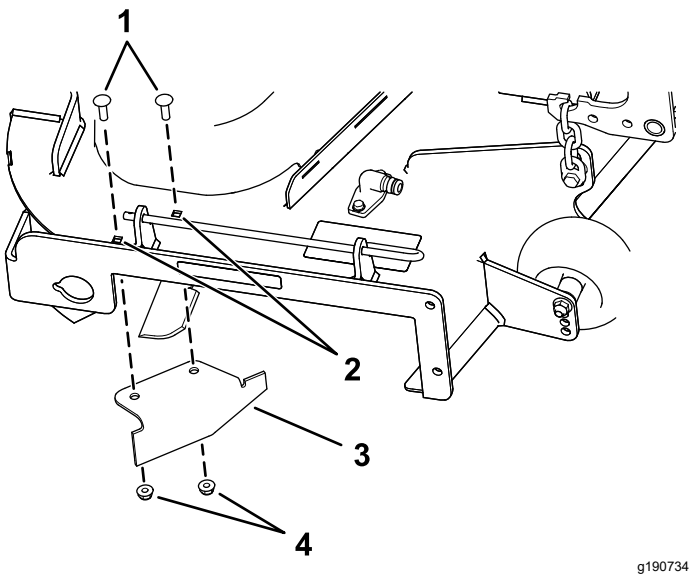

Figura 16
9. Individuate il deflettore di scarico nel sacchetto delle parti sciolte e rimuovete gli elementi di fissaggio dai fori posteriori della piastra di scarico (Figura 16).